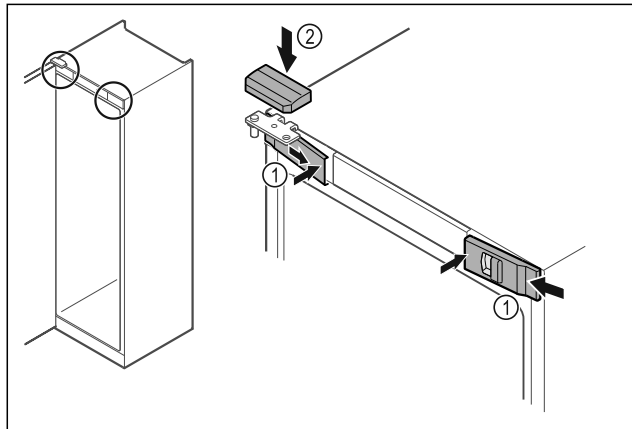

Fig. 55
- Enganchar las cubiertas delanteras Fig. 55 (1) lateralmente y encajar el interior.
- Encajar la cubierta superior Fig. 55 (2) desde arriba.